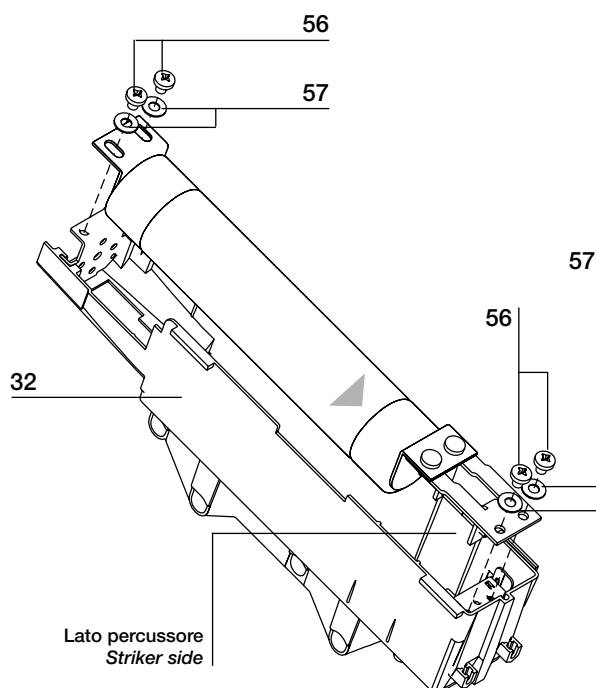

Fig. 17
Il portafusibili (32) (fig. 17) è predisposto per ospitare il fusibile con interasse di fissaggio di 553 mm, per taglie inferiori vengono dati in dotazione tre adattatori, di seguito riportati:
- adattatore (51) per fusibili con interasse di fissaggio $l = 235 \text{ mm}$
- adattatore (52) per fusibili con interasse di fissaggio $l = 305 \text{ mm}$
- adattatore (53) per fusibili con interasse di fissaggio $l = 454 \text{ mm}$.
b) Montaggio dei fusibili (fig. 17)
The fuse-holder (32) (fig. 17) is set to house the fuse with centre fixing distance 553 mm. For smaller sizes three adapter are provided, as indicated below:
- adapter (51) for fuses with centre fixing distance $l = 235 \text{ mm}$
- adapter (52) for fuses with centre fixing distance $l = 305 \text{ mm}$
- adapter (53) for fuses with centre fixing distance $l = 454 \text{ mm}$.
b) Assembly of the fuses (fig. 17)